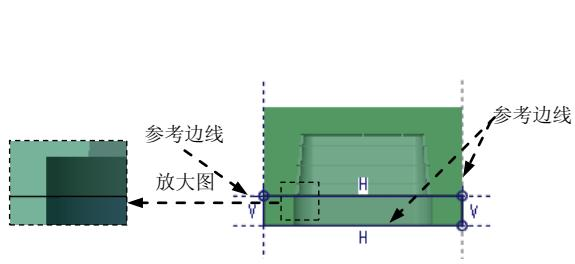

图 16.11 截面草图
(3) 绘制截面草图。进入草绘环境后, 选取图 16.11 所示的坯料边线为参考; 绘制图 16.11 所示的截面草图 (为一矩形), 完成截面的绘制后, 单击“草绘”操控板中的“确定”按钮 。